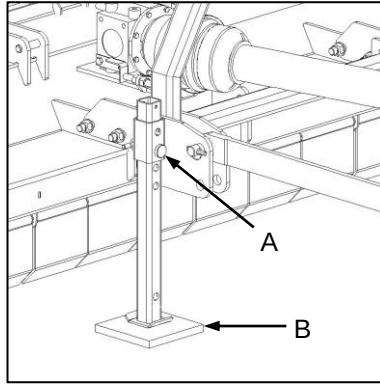

Fig. 8
- ✓ Extend the parking jack and select an appropriate pin hole (Fig. 8-A) to allow the implement to assume a level position.
- ✓ In soft ground conditions, it is recommended to use a wooden base block (Fig. 8-B) for added stability.
- ✓ Verleng die parkeerdomkrag en kies 'n gepaste pengaattie (Fig. 8-A) om die implement gelyk te laat staan.
- ✓ Dit word aanbeveel dat 'n houtblok (Fig. 8-B) vir ekstra stabiliteit gebruik word waar die grond sag is.